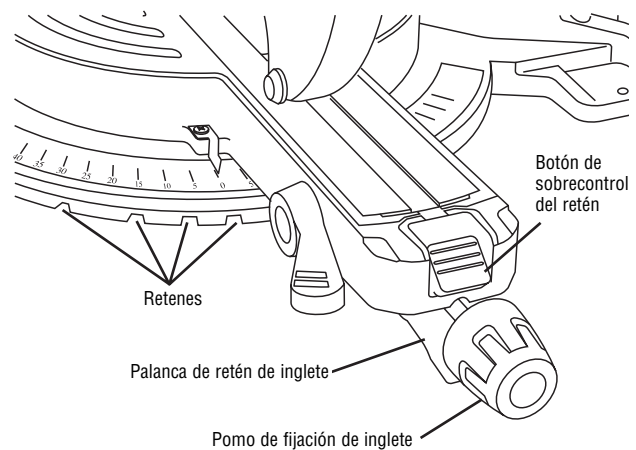

Figura 41. Sobrecontrol del retén
1. Jale hacia arriba la palanca de retén de inglete y manténgala jalada. La palanca está ubicada debajo del brazo delantero de la mesa giratoria (vea la figura 41).
2. Presione hacia abajo sobre la mitad superior del botón de sobrecontrol del retén y luego reduzca la presión sobre la palanca de retén. El botón de sobrecontrol permanecerá en la posición hacia ABAJO (vea la figura 41).